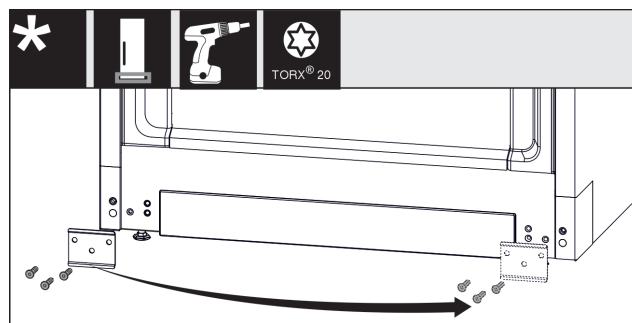

Fig. 18
- ▶ Skruva av plåten, sätt den på andra sidan och skruva på den igen. Fig. 18 (1)